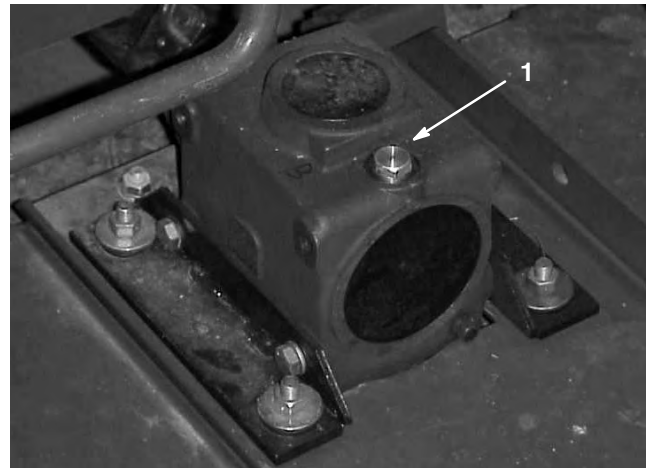

Bild 25
2. Stellen Sie die Zugmaschine und das Mähwerk auf eine ebene Fläche und senken Sie die Mähwerke ab. Nehmen Sie den Peilstab bzw. die Füllschraube oben vom Getriebe ab (Bild 25) und stellen Sie sicher, dass der Schmiermittelstand zwischen den Marken am Peilstab liegt. Wenn der Schmiermittelstand niedrig ist, füllen Sie SAE 80–90 wt. Schmiermittel ein, bis der Stand zwischen den Marken liegt.